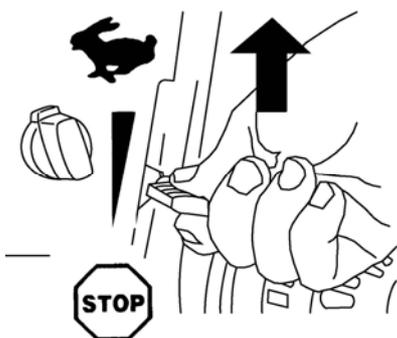

Рисунок 25.
2. Переведите дроссель в положение Fast (Быстро) (рис. 25).